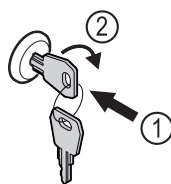

Fig. 194
- Iespiediet atslēgu. Fig. 194 (1)
- Grieziet atslēgu par 90° pulksteņrādītāja virzienā. Fig. 194 (2)